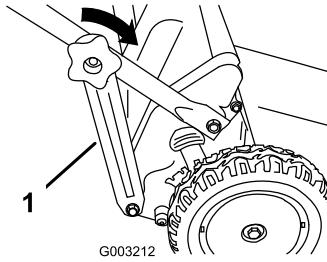

Figure 7
- Fixez les supports (Figure 7) sur les côtés de la partie inférieure du guidon.